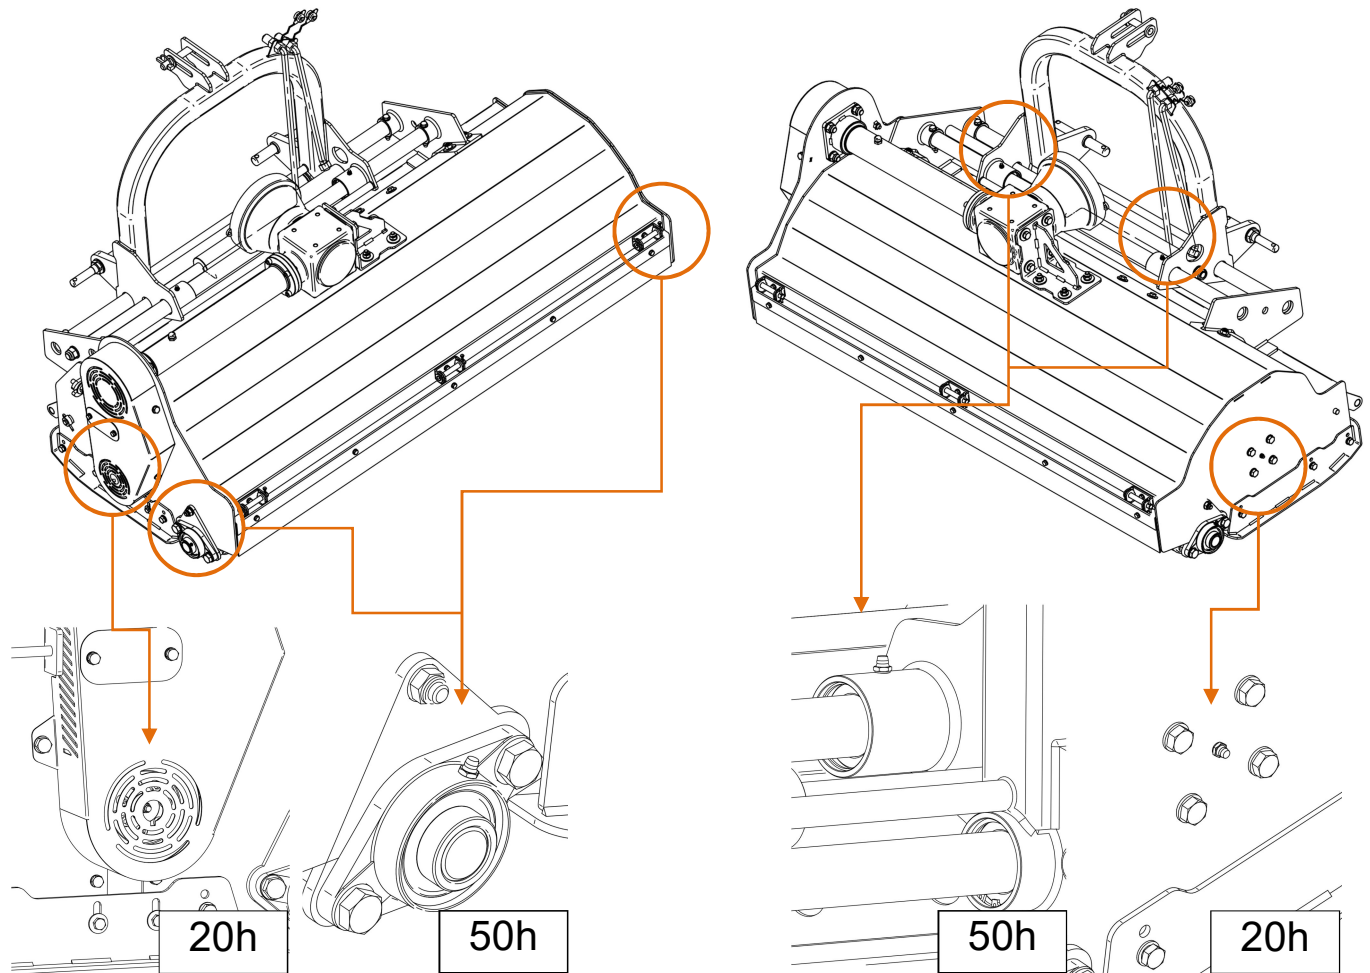

Abbildung 6. Schmierplan
Um einen einwandfreien Betrieb zu gewährleisten, muss die Maschine sorgfältig und ordnungsgemäß gemäß dem Schmierplan geschmiert werden – Abbildung 6.
Alle in Abb. 6 markierten Stellen, die mit Kugelschmiernippeln ausgestattet sind, sollten mit einer Fettpresse mit Festfett LT43 gefüllt werden. Schmieren Sie die Teleskop-Gelenkwelle, nachdem Sie sie aus der Maschine ausgebaut haben. Der ausfahrbare Teil der Welle sollte mindestens nach 8 Betriebsstunden geschmiert werden – bei vollständig ausgefahrener Welle und nach Entfernung von Verunreinigungen.
- schmieren Sie die Maschine gemäß dem Schmierplan (Abbildung 6).